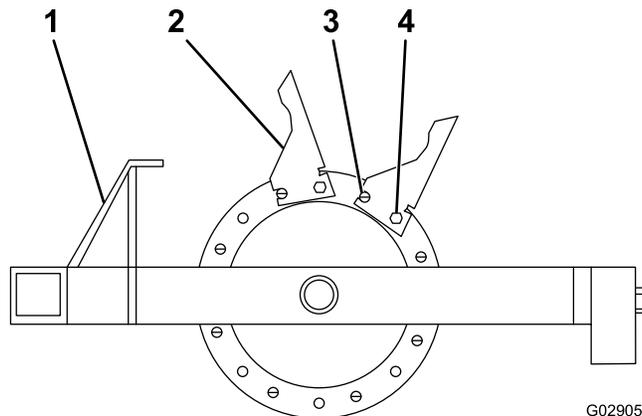

Figura 20
1. Inicie na roda giratória exterior e instale os dentes como se mostra na Figura 20.
2. Instale os 8 dentes na roda giratória, utilizando um pino de segurança e parafusos (1/2 pol. x 1 3/4 pol.) e assegurando que o pino de segurança está na posição frontal (Figura 20).